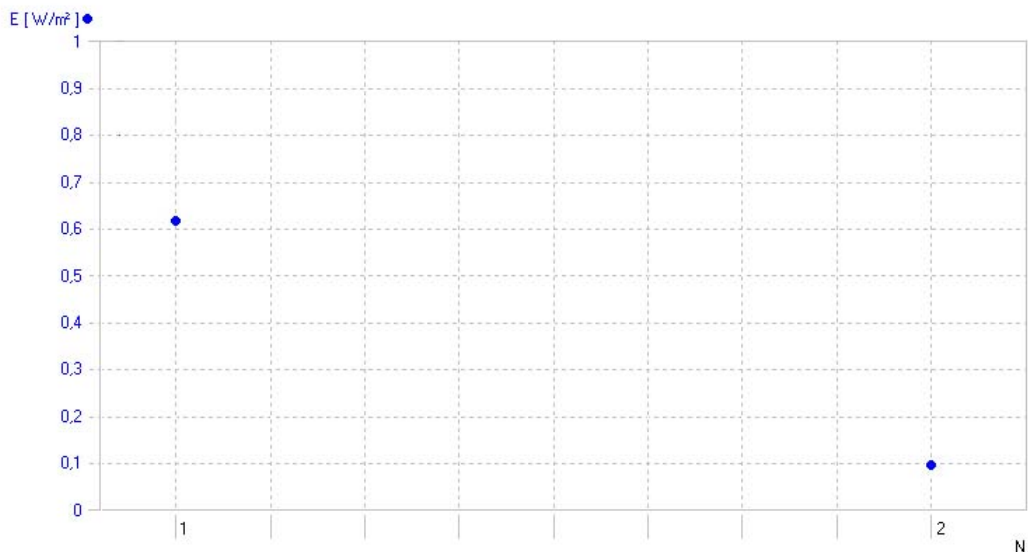

Fig. 3 Visualisation à l'écran des points de mesure de l'expérience précédente avec 3B NET/lab™ (U11310)
- Représentez graphiquement la dépendance des valeurs mesurées (Fig. 3).